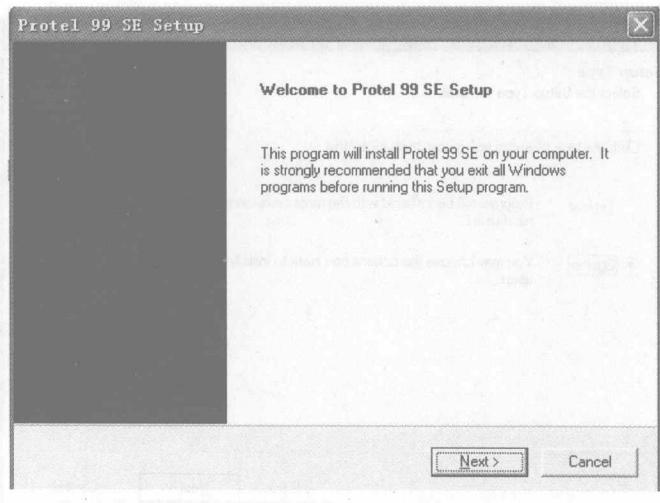

图 1-3 安装程序对话框
- (3) 稍微等待一会，进入如图 1-3 所示的安装程序对话框，单击 Next 按钮。